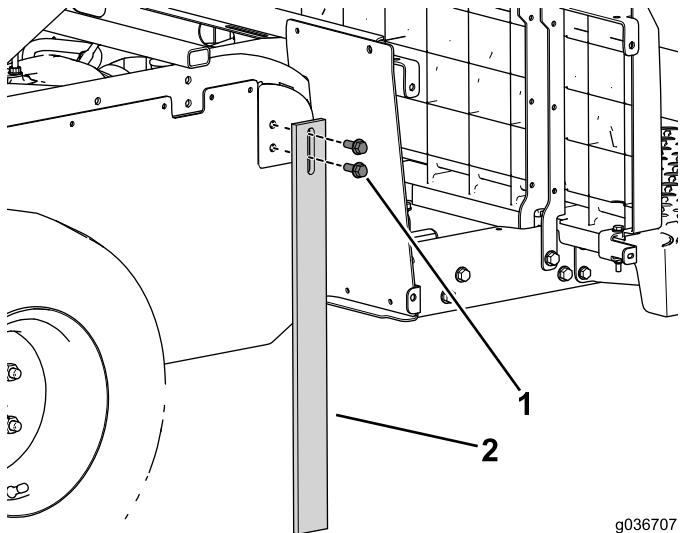

Рисунок 63
1. Установите опорную стойку на автомобиль (Рисунок 63).